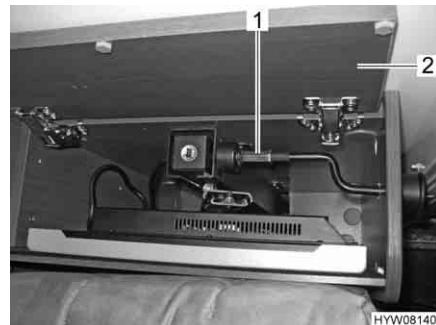

Fig. 8 Televisore (schermo piatto) nel vano porta televisore
- Inserire il supporto per lo schermo piatto finché il chiavistello (Fig. 8,1) non scatta.
- Chiudere il coperchio (Fig. 8,2).